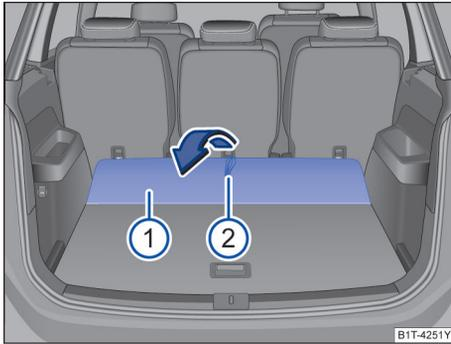

图 209 行李厢内：行李厢地板前部（部分车型配备可调式行李厢地板）
- 打开行李厢地板：握住拉环②沿箭头方向将行李厢地板→图 209 ① 向前翻折到底。